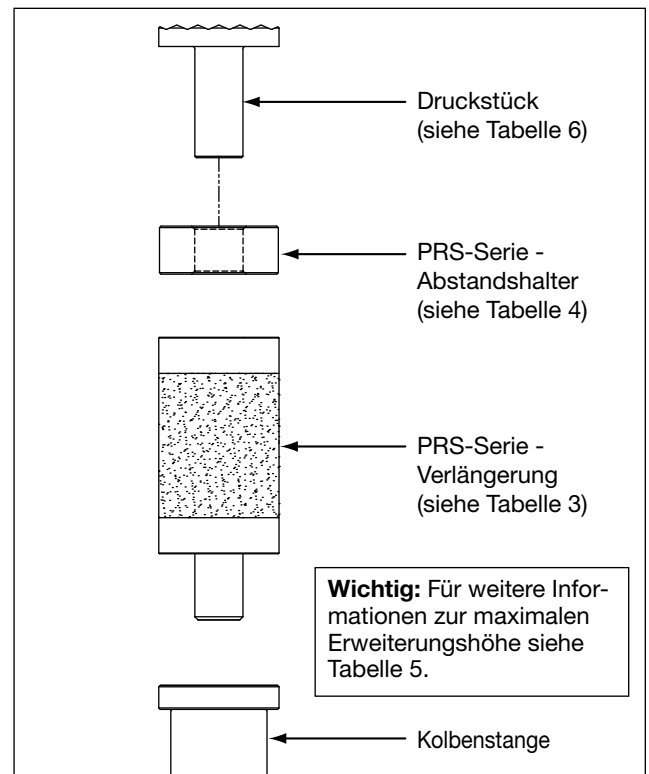

Abbildung 5: Anbringung der Verlängerungen und Abstandshalter (typisch)
5.6 Erweiterungen - Verlängerungen und Abstandshalter (siehe Abbildung 5)